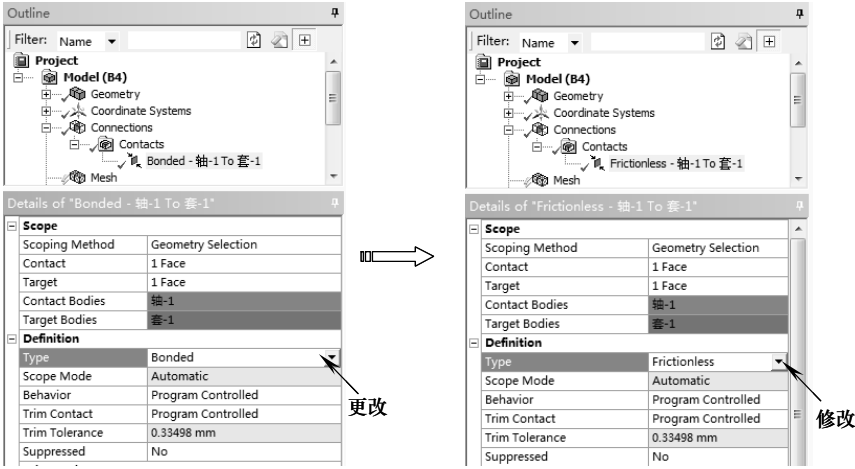

图 8-51 修改接触类型
2) 展开窗口左侧【Outline (分析树)】中的【Connections】|【Contacts】|【Contact Region】节点，在详细设置窗口中将【Type】从 Bonded 更改为 Frictionless，如图 8-51 所示。